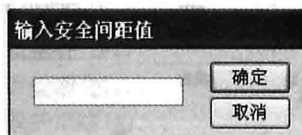

图 5-39 “输入安全间距值”对话框
② 单击“安全间距”中的【所有】按钮，将会弹出“输入安全间距值”对话框，可以设置整板的安全间距值，如图 5-39 所示。推荐安全间距值：一般低速板设置为 8mil；一般难度高速板设置为 6mil；带 BGA 的高密度板设置为 4~5mil。“板”与所有元素的安全间距设置为 40mil（即器件、走线和铜箔离板边至少保证 40mil 距离）。“铜箔”与所有元素的安全间距设置为 12~20mil，与“过孔”的安全间距设置为 5~6mil，如图 5-40 所示。